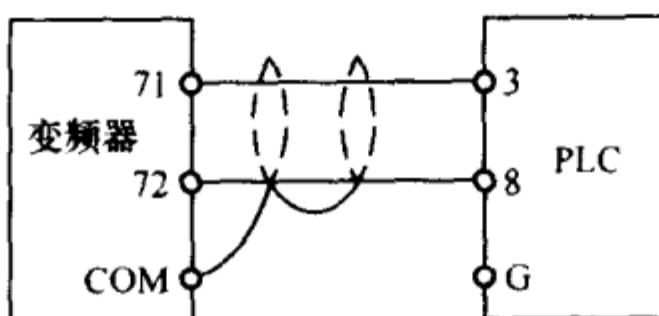
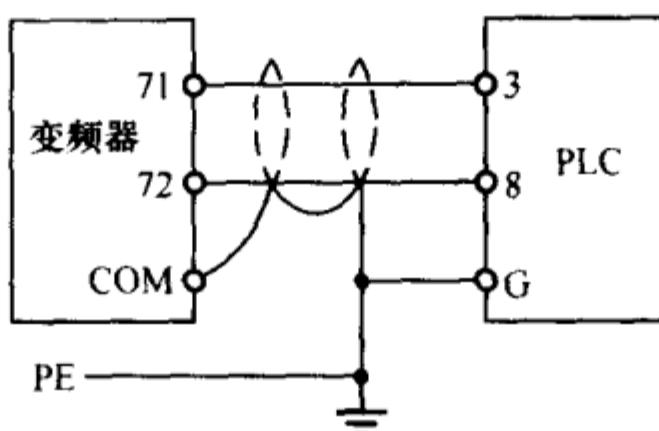

图 50 PLC 与变频器的连接(错误)
图 51 PLC 与变频器的连接(正确)
(1) 强、弱电分开。变频器的外接控制线应与主回路接线尽可能分开(10cm 以上), 否则容易受干扰而误动作。一般做法是把上述两种接线分别穿入铁管进行安装, 且两管之间的距离不应小于 10cm。
(2) 外接控制线应采用金属屏蔽线或绞线(绞合节距离小于 15mm), 且布线不宜过长。
(3) 为了抑制电火花干扰, 在靠近变频器的电磁线圈上宜并联 RC 消火花电路。一般电容 C 的容量取 $0.01 \sim 0.1 \mu\text{F}$, 电阻 R 的阻值取几百欧至 $1\text{k}\Omega$ 。注意, RC 吸收回路的接线不能超过 20m, 否则会引起天线作用。
(4) PLC 与变频器连接时, 屏蔽信号线必须接地。如未接地(见图 50), 较强的电磁干扰会引入通信线路并产生电流, 导致通信错误, 甚至损坏 PLC 通信接口。正确的接线如图 51 所示。图中, 3、8 为 PLC 通信接口, 71、72 为变频器输出接口, COM 为输